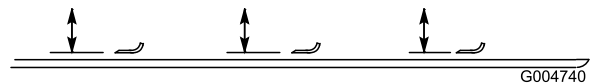

Bild 81
- Drehen Sie die Schnittmesser, bis die Enden nach vorne und hinten zeigen (Bild 81). Messen Sie von der Innenseite des Mähwerks bis zur Schnittkante an der Vorderseite des Messers. Merken Sie sich dieses Maß.